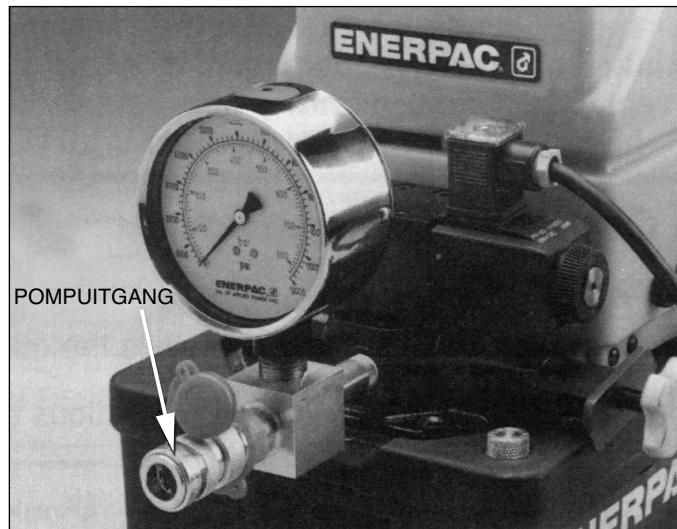

Afb. 1 - Ontlastklep
- Borgmoer losdraaien en de ontlastklep (naar links draaien) terugbrengen om een onbedoelde opbouw van druk te voorkomen. Er zijn geen gereedschappen nodig om de ontlastklep bij te stellen. Zie afb. 1.